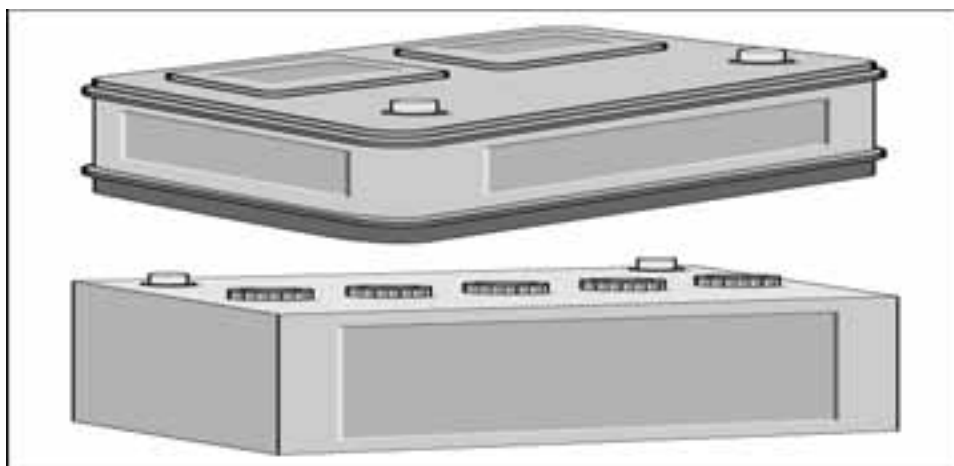

Рис. 3.5. Крышки батарей со снимаемыми крышками или планками
- 1. Если у вас старый тип батареи со снимаемыми крышками банок, снимите их (рис. 3.5).**